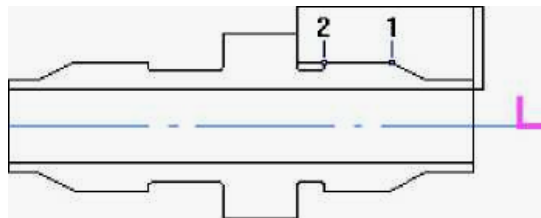

Рисунок 3.10 – Схема створення «ТО Нарезать/Резьбу»
5. Натиснути кнопку «Добавить», «X торца» і вказати точку 1 (рис. 3.10).
6. Натиснути кнопку «Добавить», «D нач.» і вказати точку 2 (рис. 3.10).